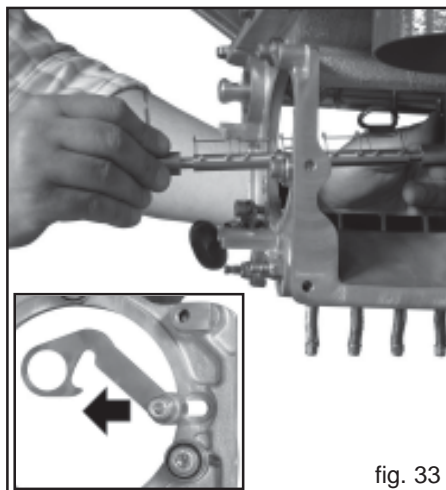
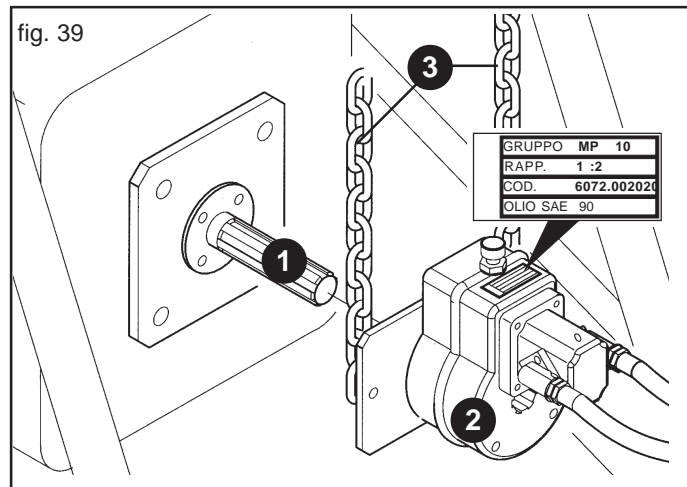

fig. 33
fig. 39
- 4) Extraire l'arbre des éléments élastiques des sièges (Fig. 33).
Avec le moteur arrêté et le tracteur bloqué, enclencher correctement tous les raccords rapides. Nettoyer et graisser la prise de force du tracteur (1, Fig. 39). Enclencher le multiplicateur (2, Fig. 39) dans la prise de force de l'outil de la façon indiquée sur la Figure 33. Vérifier que l'accouplement est correct et bloquer la rotation du multiplicateur moyennant les chaînes en dotation (3, Fig. 39) fixées à une partie fixe du tracteur.